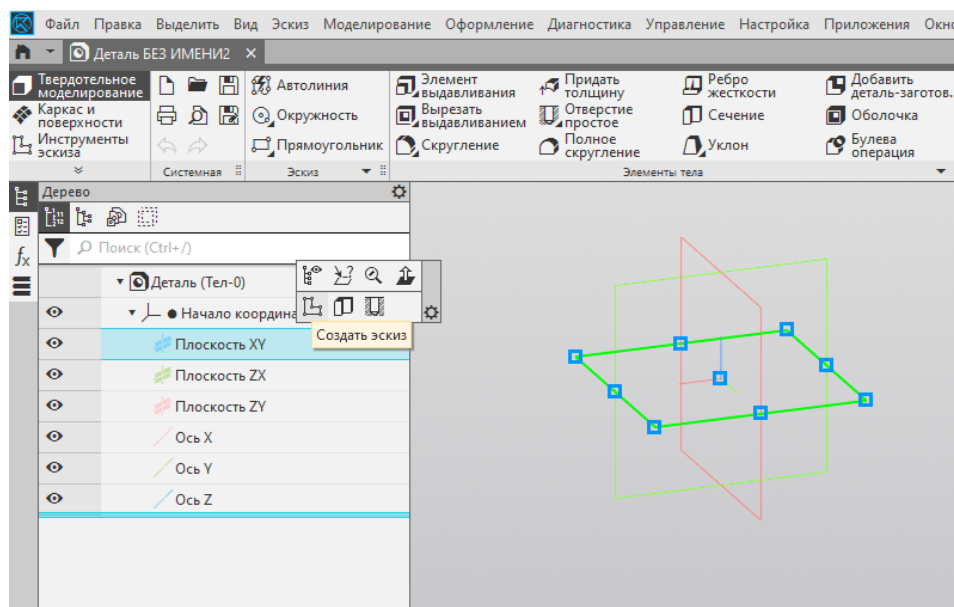

Рисунок 2 – Создание эскиза на плоскости XY
1.2 Выберите в древе плоскость XY и создайте на ней новый эскиз (рис.2).